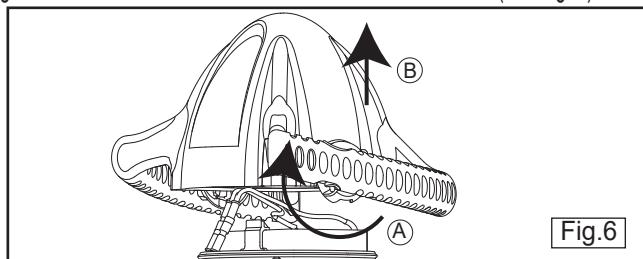

Fig.6
3. Sganciare i meccanismi d'arresto e rimuovere il cono frontale (Ved. fig. 6).